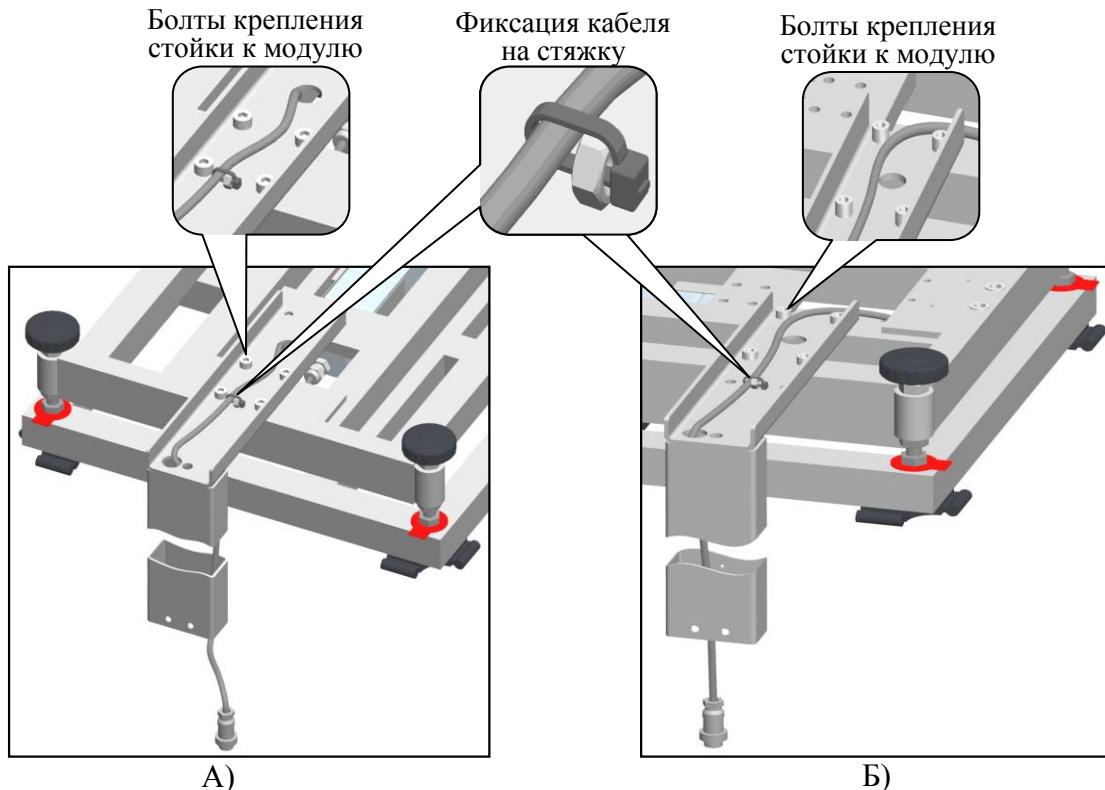

Рисунок 2 – Установка стойки крепления весового терминала.
• В модификациях TB-5040N\_3 и TB-8060N\_3 закрепите к основанию модуля стандартную стойку (см. рис. 2А).
- В модификации TB-5040N\_3n закрепите укороченную стойку (см. рис. 2Б).